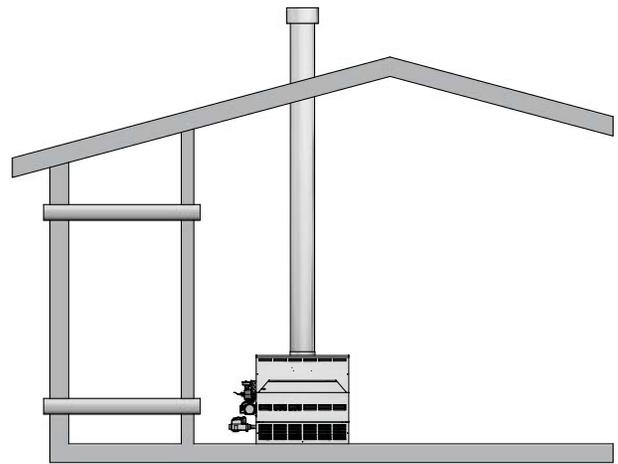

Figure 1-4 Air de combustion par conduits
2. Si l'air de combustion et de ventilation fourni à la salle des appareils provient de l'extérieur par un conduit, les dimensions de chacune des deux ouvertures doivent correspondre à une surface libre d'un po^2 ($6,5 \text{ cm}^2$) par 2000 BTU/h (11 cm^2 par kW) de capacité (voir Fig. 1-4).